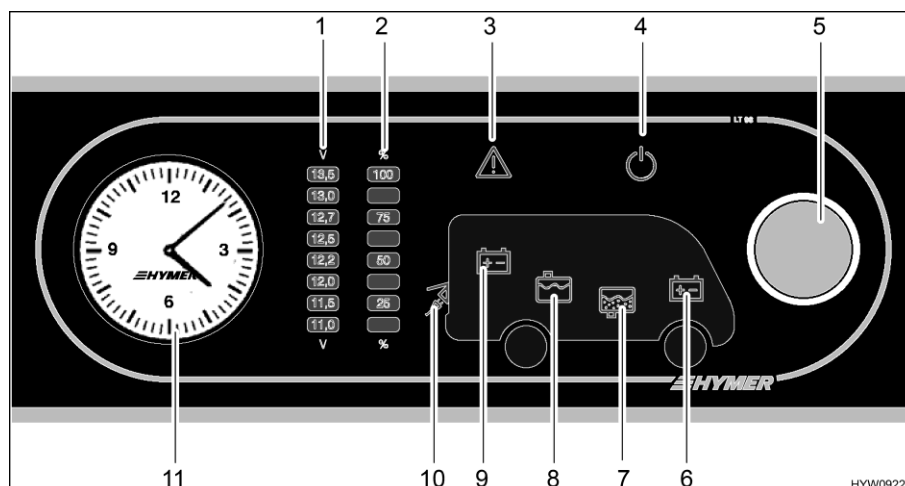

Fig. 137 Panneau de contrôle (LT 98)
Le bouton rotatif (Fig. 137,5) allume ou éteint le panneau de contrôle et l'alimentation 12 V de la cellule.
- Allumer :* ■ Appuyer sur le bouton rotatif (Fig. 137,5) : L'alimentation 12 V de la cellule est assurée. Le voyant de contrôle 12 V (Fig. 137,4) est allumé.
- Éteindre :* ■ Appuyer sur le bouton rotatif (Fig. 137,5) : L'alimentation 12 V de la cellule est coupée. Le voyant de contrôle 12 V (Fig. 137,4) s'éteint.
Le bouton rotatif (Fig. 137,5) permet de s'informer sur la tension de la batterie de cellule ainsi que sur celle de la batterie de démarrage. La tension est indiquée sur le cadran de la tension de batterie (Fig. 137,1).
- Affichages :* ■ Tourner le bouton rotatif (Fig. 137,5) jusqu'à ce que le symbole de la batterie dont on désire connaître la tension s'allume.
La tension de la batterie de cellule est indiquée (Fig. 137,9)
La tension de la batterie de démarrage est indiquée (Fig. 137,6)
- Relever la tension sur le cadran de la tension de batterie (Fig. 137,1).
Le bouton rotatif (Fig. 137,5) permet de s'informer sur le niveau du réservoir d'eau ainsi que sur celui du réservoir d'eaux usées. Le niveau est indiqué sur le cadran de niveau du réservoir (Fig. 137,2).
- Tourner le bouton rotatif (Fig. 137,5) jusqu'à ce que le symbole du réservoir dont on désire connaître le niveau s'allume.
Affichage du niveau de remplissage du réservoir d'eau (Fig. 137,8)
Affichage du niveau de remplissage du réservoir d'eaux usées (Fig. 137,7)
- Relever le niveau sur le cadran de niveau du réservoir (Fig. 137,2).
Le voyant d'alerte Alarme (Fig. 137,3) clignote dès que des seuils définis sont dépassés vers le haut ou le bas.
Le voyant d'alerte Alarme (Fig. 137,3) clignote dès que la tension de la batterie n'atteint plus 11 V. Quand l'alimentation 12 V est active, le symbole de batterie correspondant (Fig. 137,6 ou 9) est de plus allumé et l'affichage "11,0" clignote sur le cadran de la tension de batterie (Fig. 137,1). Menace de décharge profonde.
Alarme réservoir Le voyant d'alerte alarme (Fig. 137,3) clignote et le symbole de réservoir correspondant (Fig. 137,7 ou 8) s'allume dès que le réservoir d'eau est vide ou celui des eaux usées plein.
Le voyant de contrôle 230 V (Fig. 137,10) s'allume si l'arrivée du bloc électrique est sous tension de réseau.